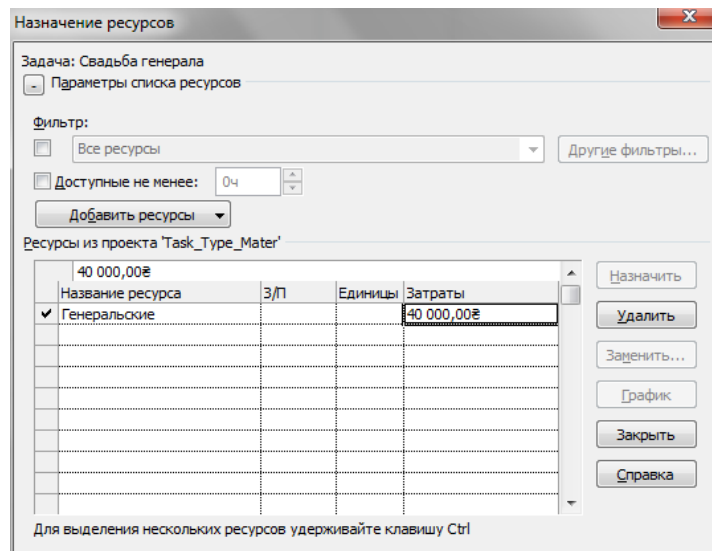

Рисунок 8.29 Назначение затратного ресурса
- В окне назначения ресурсов, указывается конкретная сумма затрат на задачу, Рисунок 8.29.